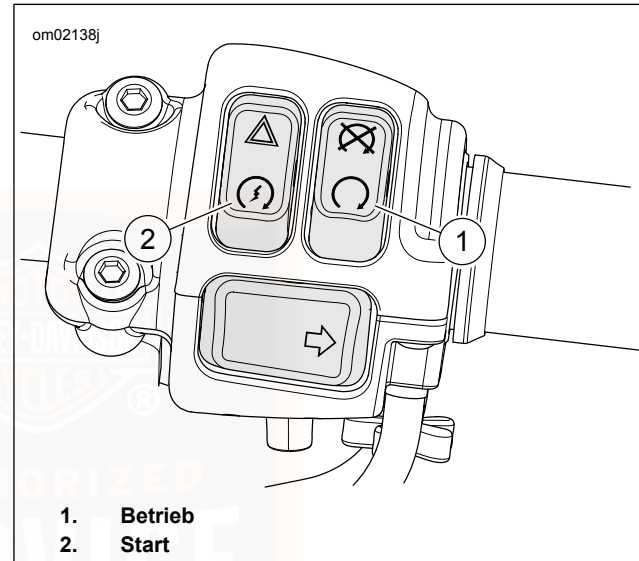

Abbildung 35. Bedienungselemente am rechten Lenker
2. Siehe Abbildung 35. Den Motorbetriebsschalter EINSCHALTEN (1).